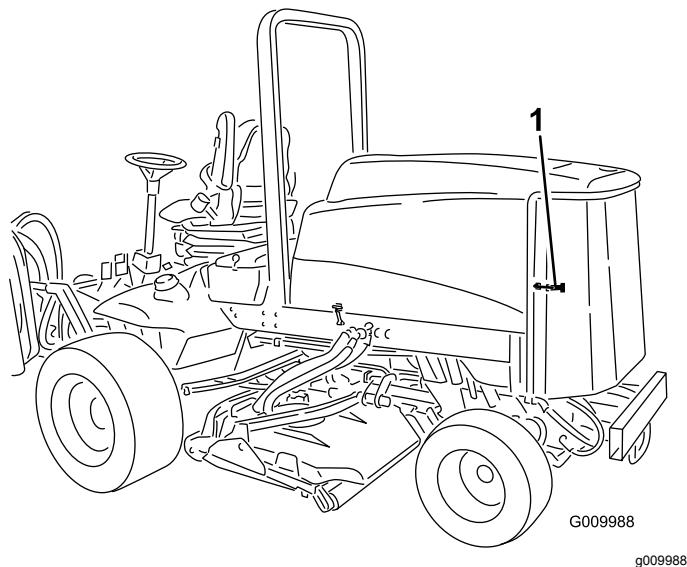

図 49
1. 後スクリーン 図 49 のラッチをはずして後部を開ける。スクリーンを丁寧に清掃する。